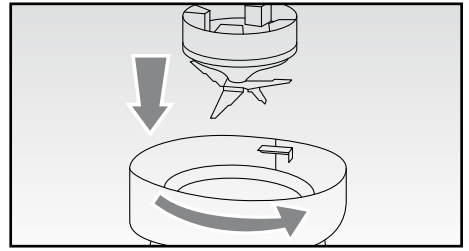

Fig. 2
- Inserire la guarnizione sul gruppo lame (E); tenendolo per il manico, posizionare il gruppo lame (E) sul fondo della base del contenitore. Fissare il gruppo lame (E) ruotandolo in senso antiorario fino a bloccarlo (Fig. 2).